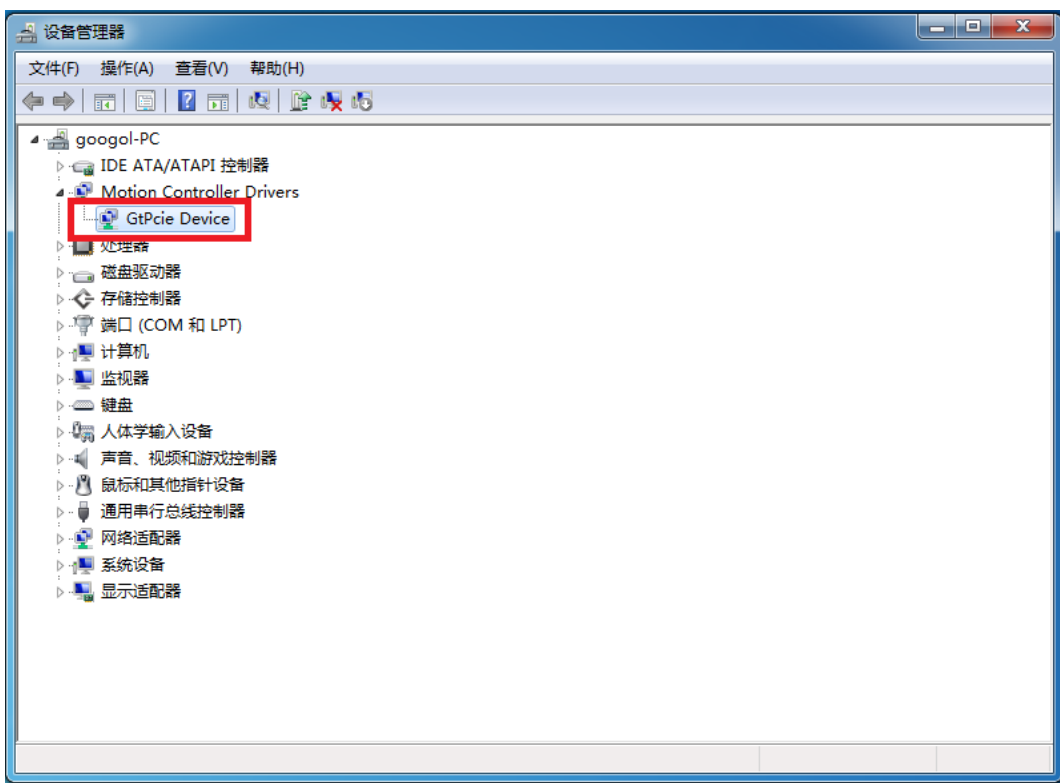

图 2-7 控制卡驱动程序安装界面 7
(8) 安装成功后,打开设备管理器,可以看到驱动已经安装成功,如图 2-7所示。